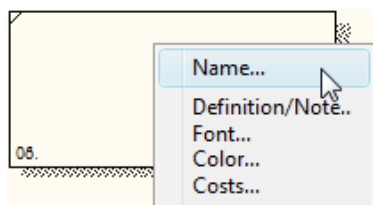
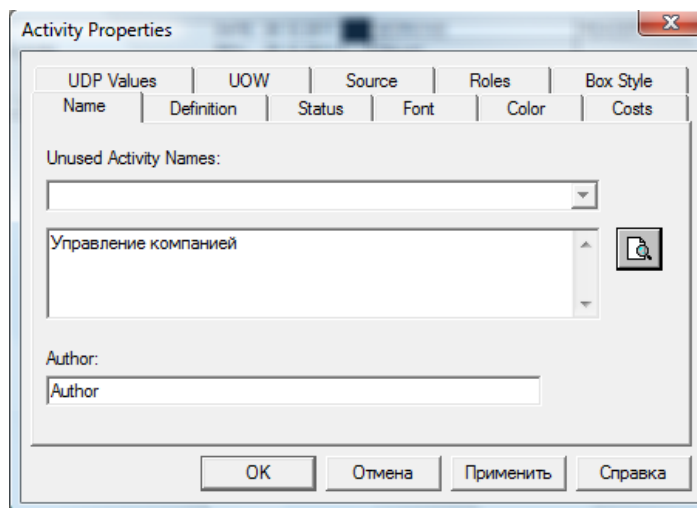

Рисунок 1.6 – Контекстное меню для работы с выбранной опцией **Name**
Рисунок 1.7 – Присвоение работе названия
11. Перейдите на контекстную диаграмму, правой кнопкой мыши щелкните по прямоугольнику, представляющему в нотации IDEF0 условное графическое обозначение работы. В контекстном меню выберите опцию **Name** (рисунок 1.6). Во вкладке **Name** внесите имя "Управление компанией" (рисунок 1.7).